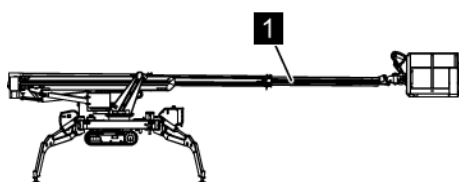

Abb. 229: Oberarmausschub austeleskopieren
7. Den Oberarmausschub (Abb. 229/1) vollständig austeleskopieren (☞ Kapitel 6.15 „Servicebetrieb“ auf Seite 146).
13. Oberarmausschub (Abb. 229/1) vollständig einteleskopieren (☞ Kapitel 6.15 „Servicebetrieb“ auf Seite 146).